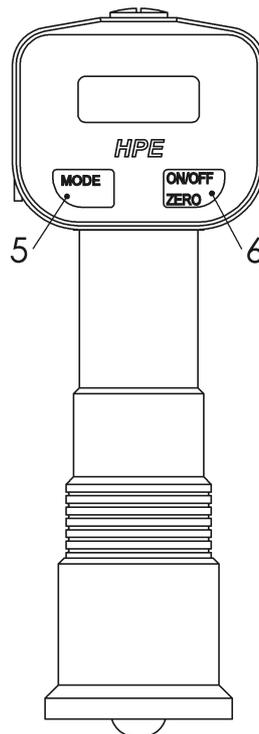

ABB. 3 MODE UND ON/OFF ZERO - TASTEN
- Schalten Sie das Messgerät durch Drücken der ON/OFF ZERO-Taste (6, Abb.3) ein.
- Durch Drücken der MODE-Taste (5, Abb.3) wird die Anzahl der gespeicherten Messwerte angezeigt.